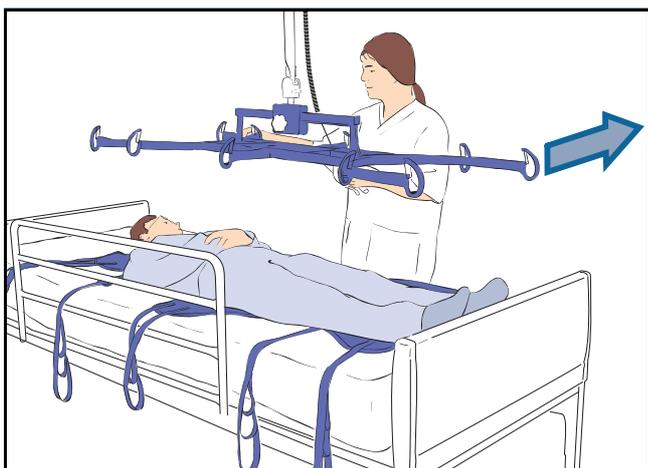

Fig. 17
12) Aleje el bastidor del paciente (consulte la Fig. 17).